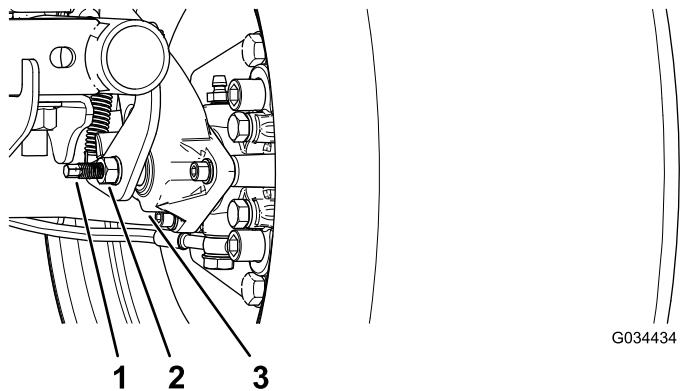

Figura 56
- Con 2 llaves, sostenga en su sitio el poste de ajuste en la pinza con 1 llave y afloje la tuerca autoblocante un cuarto de giro con la otra llave (Figura 56).
- Mientras sostiene el poste de ajuste y la tuerca autoblocante en su sitio, gire el poste hacia dentro para apretarlo (Figura 56).
5. Mientras sostiene el poste de ajuste y la tuerca autoblocante en su sitio, retroceda atrás 1/4 de giro (Figura 56).
6. Mientras sostiene el poste de ajuste y la tuerca autoblocante en su sitio, apriete la contratuerca (Figura 56).